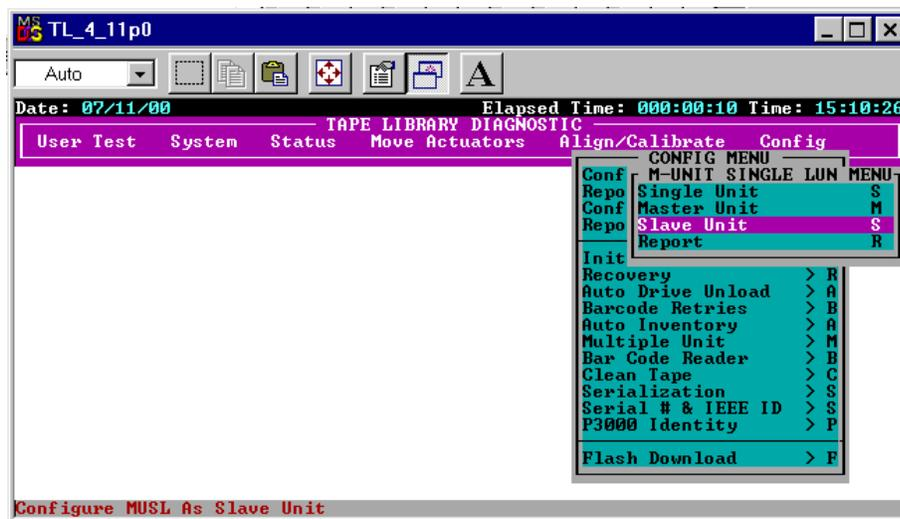

Abbildung 3-13. Untermenü *Multi-Unit Configuration* (Multi-Unit-Konfiguration)
3. Wählen Sie im Untermenü *Multi-Unit* entweder *Master Unit* oder *Slave Unit* als Konfiguration für die Tape Library (siehe Abbildung 3-13). Die mit dem Host-Computer verbundene Library ist die Master-Library. Jede Library im Multi-Unit-System kann eine Master-Library sein. Die übrigen Tape Libraries sind Slaves.